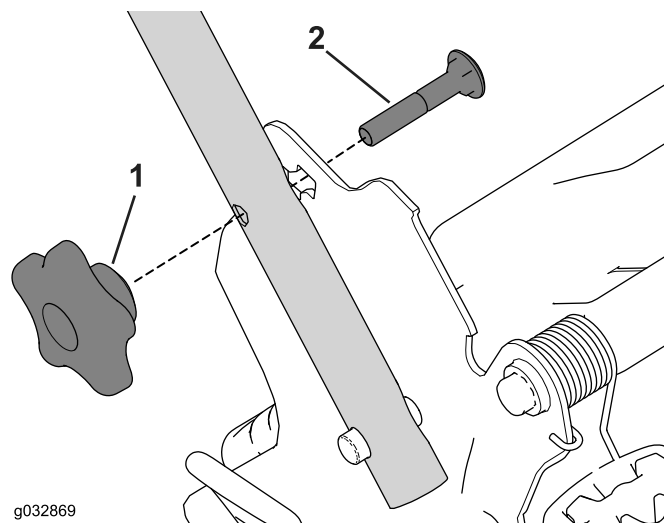

Figura 27
1. Togliete e conservate le 2 manopole della stegola e i 2 bulloni a testa tonda dalle staffe della stegola (Figura 27).